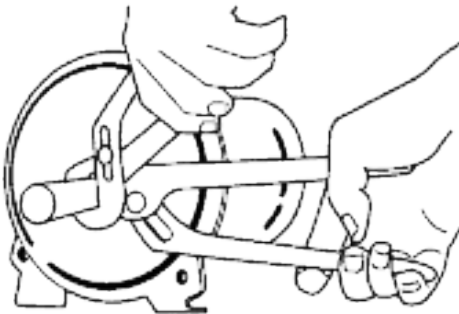

Figura 17: Retire el venturi
4. En los modelos de 1/2 HP, desenrosque el tubo venturi del impulsor. En los modelos de 3/4 y 1 HP, el tubo venturi se enrosca en la carcasa de la bomba (figura 17).